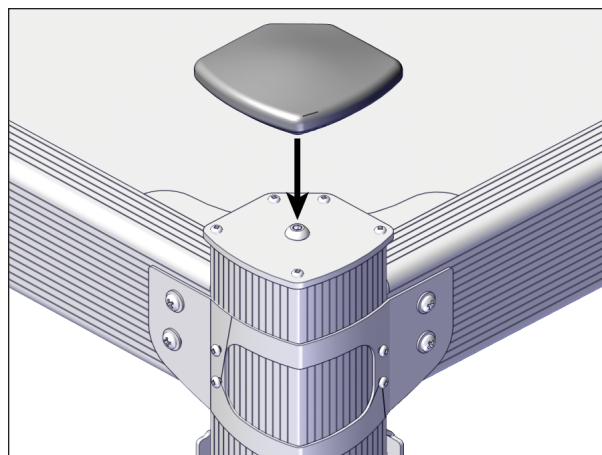

FIGURE 51: INSTALLATION DU CAPUCHON DE CAOUTCHOUC
30. Placer les capuchons en caoutchouc sur les colonnes télescopiques. Ces capuchons se trouvent dans la boîte de pièces et protègent le dessus des colonnes contre l'usure, voir Figure 51.